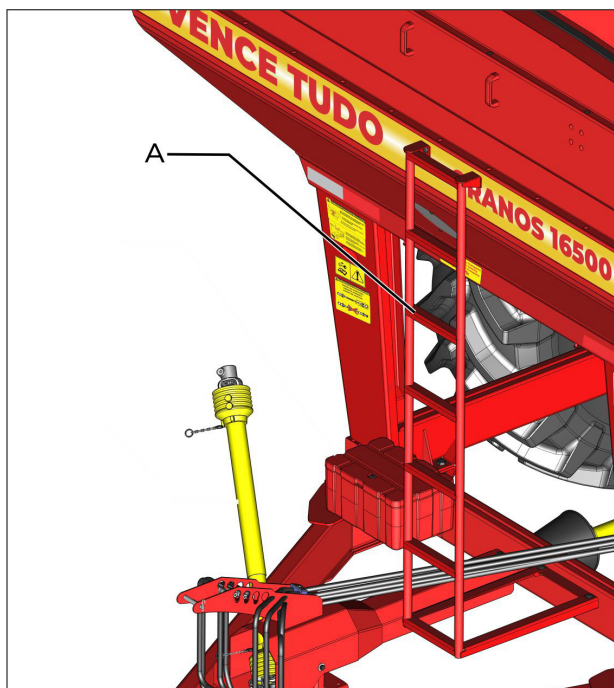

fig. 07
- 4- Aproxime el tubo a la barra del cardán hasta que queden lado a lado; luego, verifique si existe una holgura mínima de 2 cm (fig. 07) en cada extremidad y, de no existir holgura, marque en el tubo y en la barra la medida de 2 cm y córtelos;